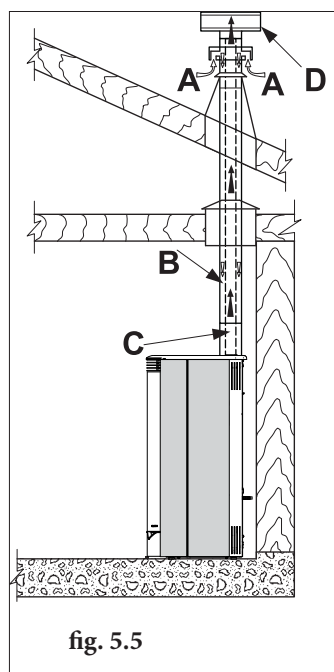

fig. 5.5
- Canalizar el aire combustible aprovechando un tubo de descarga coaxial para la expulsión de los humos y la toma de aire; por lo tanto no es necesario hacer una clásica toma de aire en el local (Fig. 5.5 A,B=Entrada de aire C,D=Salida de humos);